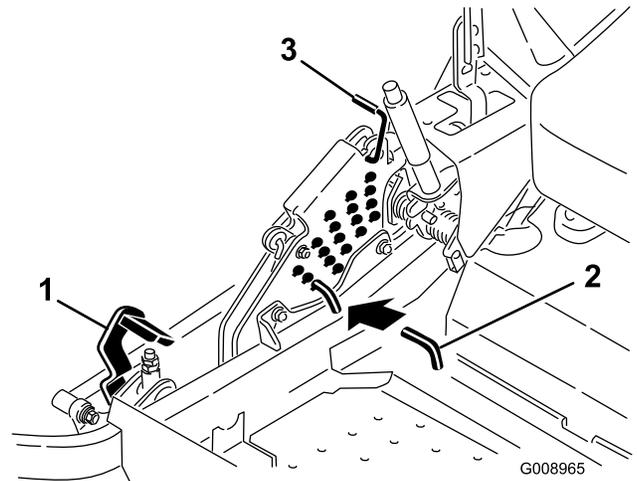

Figura 27
2. Pise el pedal de elevación de la plataforma y eleve la plataforma a la posición de transporte (que es también la posición de altura de corte de 140 mm (5-1/2 pulg.) (Figura 27).
3. Para ajustar la altura de corte, gire el pasador 90 grados y retire el pasador del soporte de altura de corte (Figura 27).
4. Seleccione el taladro del soporte de altura de corte que corresponde a la altura de corte deseada, e inserte el pasador (Figura 27).